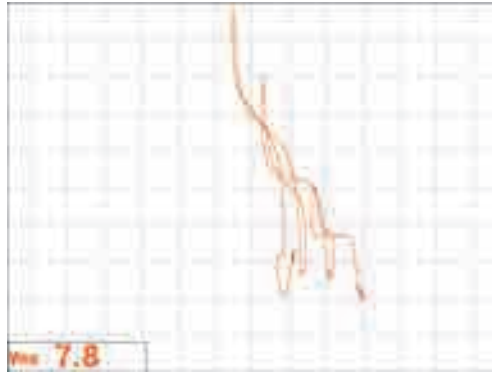

Рис. 5-110 Результат сканирования коррозионных дефектов
24. Обнулите преобразователь нажатием клавиши A-LIFT NULL (⊕) в положении 1, затем просканируйте три коррозионных дефекта. Полученные сигналы должны быть похожи на Рис. 5-110 на стр. 210.